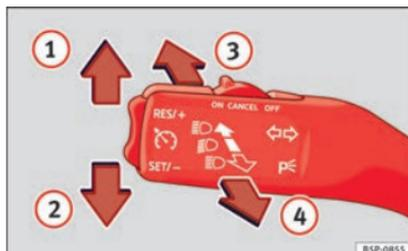

Fig. 60 Leva degli indicatori di direzione e degli abbaglianti.
– Spingere la leva verso l'alto (fino al riscontro) » **fig. 60** **1** se si vuole mettere la freccia **a destra**; verso il basso **2** invece, per mettere la freccia **a sinistra**.
– Se sono attivati gli anabbaglianti, spostare la leva in avanti » **fig. 60** **3** per accendere gli abbaglianti.
– Spostare la leva verso il volante » **fig. 60** **4** per spegnere gli abbaglianti.